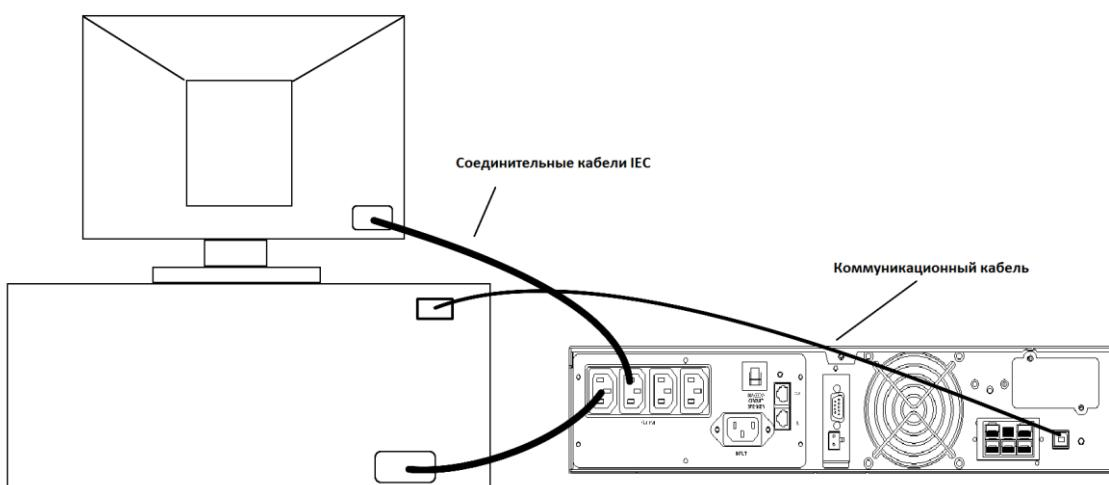

Рис. 5. Пример подключения устройств Plug&Play
- По завершении зарядки подключите оборудование к ИБП, см. пример на Рис. 5.